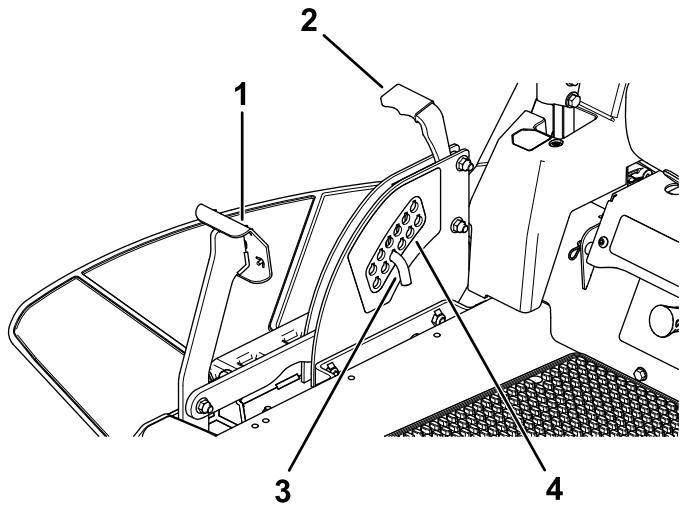

Figure 38
- Appuyez sur la pédale de commande du plateau de coupe avec le pied et levez le plateau à la position du verrou de transport (qui est aussi la position de hauteur de coupe de 114 mm), comme montré à la Figure 38.
- Pour changer de hauteur de coupe, retirez la goupille du support de hauteur de coupe (Figure 38).
- Insérez la goupille dans le trou du système de hauteur de coupe correspondant à la hauteur de coupe voulue (Figure 38).